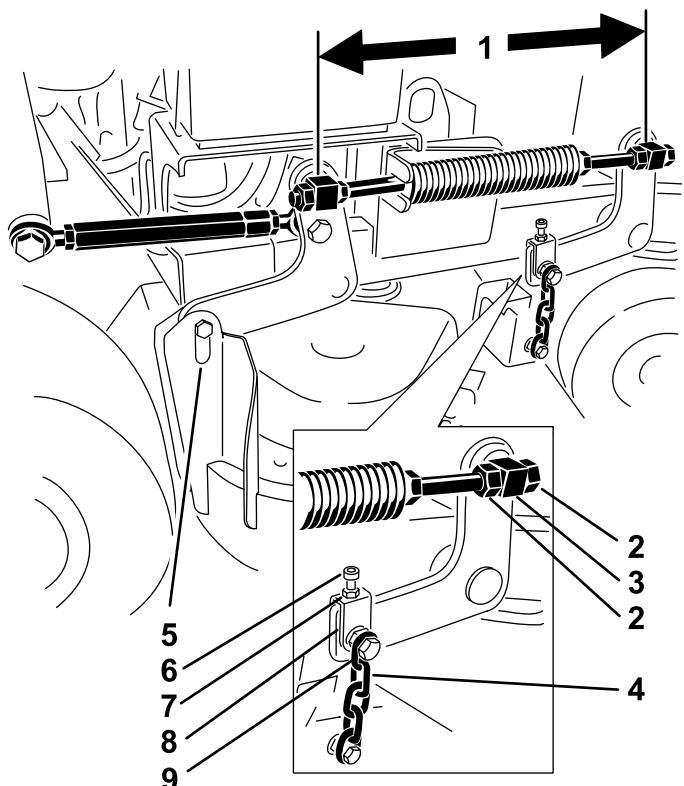

Figura 78
del otro (distancia entre centros) en cada varilla roscada (Figura 78).
2. Afloje las contratuerca en el pivote **delantero** (Figura 78).
4. Apriete las contratuerca en el pivote **delantero** (Figura 78).
- Apriete las contratuerca de los pivotes delanteros derecho e izquierdo (Figura 78).
- Afloje las contratuerca en el pivote delantero izquierdo (Figura 78).
- Apriete las contratuerca del pivote delantero izquierdo (Figura 78).
- Afloje las contratuerca de los pivotes delanteros derecho e izquierdo (Figura 78).
5. Afloje los pernos superiores de las cadenas (Figura 78).
6. Afloje las contratuerzas en cada horquilla (Figura 78).
8. Apriete las contratuerzas y los pernos superiores de las cadenas (Figura 78).